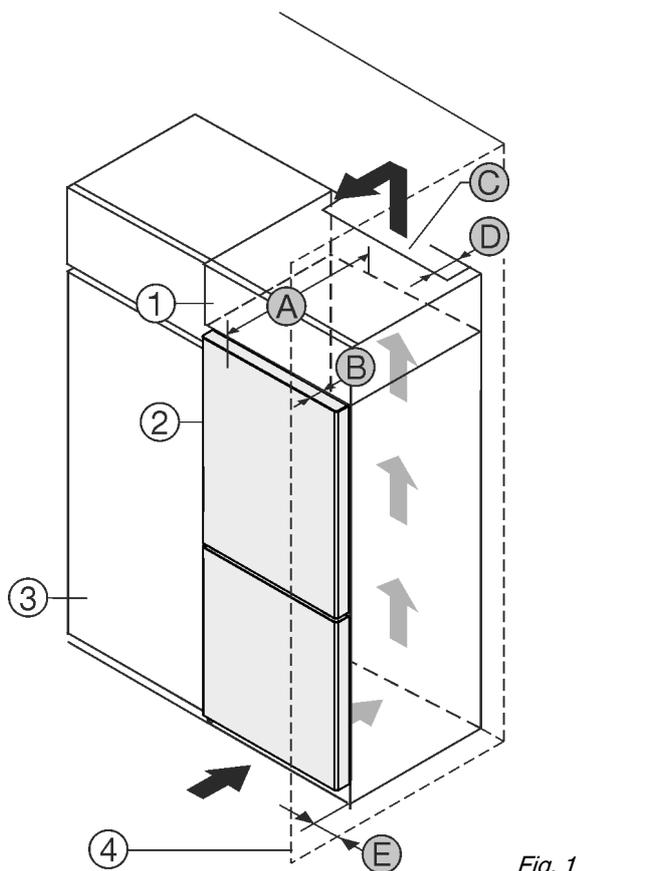

Fig. 1
- (1) Armario superior
- (2) Aparato
- (3) Armario de cocina
- (4) Pared
- (A) Profundidad del aparato
- (B) Profundidad de la puerta
- (C) Sección transversal de ventilación
- (D) Distancia con respecto a la parte trasera del aparato
- (E) Distancia con respecto al lateral del aparato
Colocar el aparato directamente al lado del armario de cocina Fig. 1 (3).\*
En la parte trasera del armario superior debe haber una cámara de salida de aire con una profundidad *Fig. 1 (D)* que abarque toda la anchura del armario.
Bajo el techo de la estancia debe mantenerse la sección transversal de ventilación *Fig. 1 (C)*.
Si el aparato se instala con las bisagras junto a una pared *Fig. 1 (4)*, la distancia entre el aparato y la pared debe ser de como mínimo 13 mm.
Si el aparato se instala con las bisagras junto a una pared *Fig. 1 (4)*, la distancia entre el aparato y la pared debe ser de como mínimo 20 mm.
Para poder abrir totalmente la puerta, el aparato debe sobresalir la profundidad de la puerta *Fig. 1 (B)* respecto del frente del armario de cocina. El aparato puede sobresalir más en función de la profundidad de los armarios de cocina *Fig. 1 (3)* y del uso de distanciadores de pared.\*